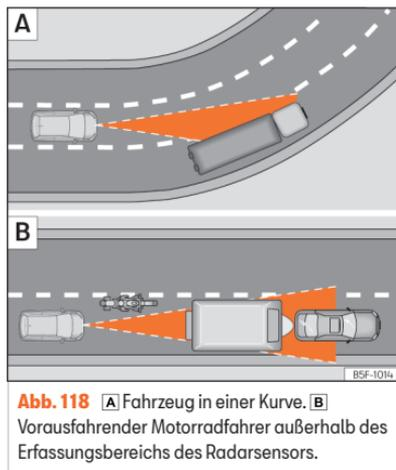

Abb. 118 A) Fahrzeug in einer Kurve. B) Vorausfahrender Motorradfahrer außerhalb des Erfassungsbereichs des Radarsensors.
Es ist möglich, dass die ACC das vorausfahrende Fahrzeug in der Kurve nicht erkennt oder die Entfernung zu Fahrzeugen einstellt, die sich auf anderen Fahrspuren befinden »» (Abb. 118)
- Versetzt fahrende Fahrzeuge oder Fahrzeuge, die außerhalb des Erkennungsbereichs des Sensors fahren, z. B. Motorräder »» (Abb. 118)